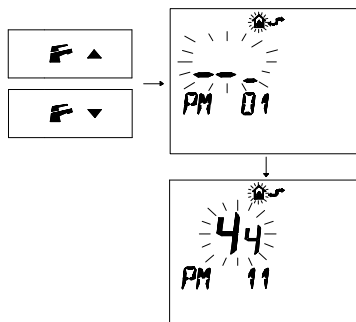

Figura 5.41
- Premere i pulsanti o per visualizzare la programmazione "**PM11**" della postcircolazione pompa (Figura 5.41).